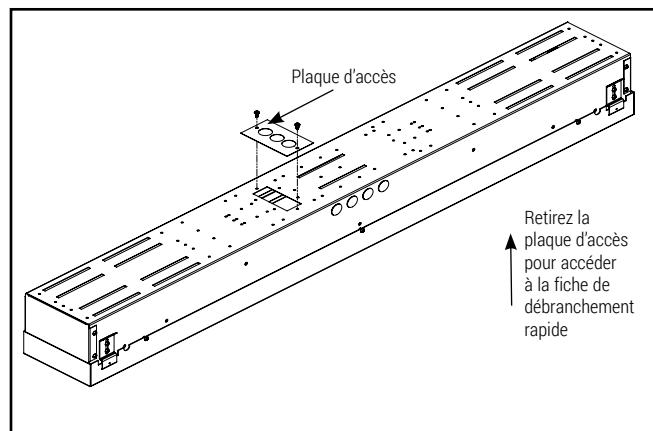

Figure 2.
3. Retirez la plaque d'accès pour accéder à la fiche de débranchement rapide (Figure 2).